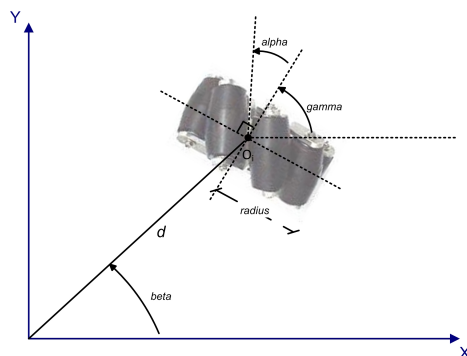

Figura 2: Parámetros de la definición de una rueda
- Rueda (elemento compuesto *wheel*): Este atributo contiene los atributos necesarios para definir una rueda, y así la estructura del robot (ver figura 2). Estos son:
La figura 2 permite comprender los atributos de definición de una rueda en mayor detalle: